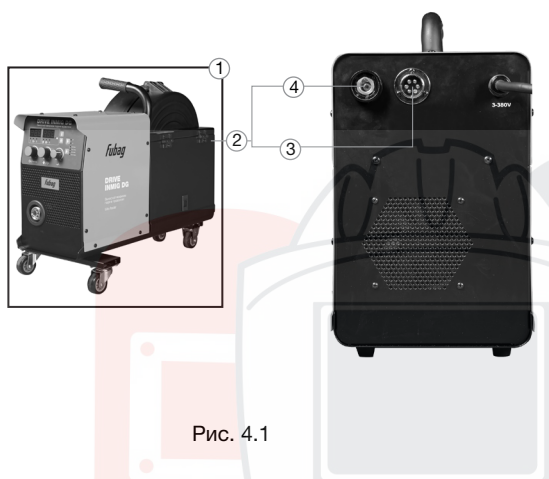

Рис. 4.1
- Кабель питания и управления модулем жидкостного охлаждения вставить в разъем 5 (рис. 4.1) и зафиксировать вращением по часовой стрелке.